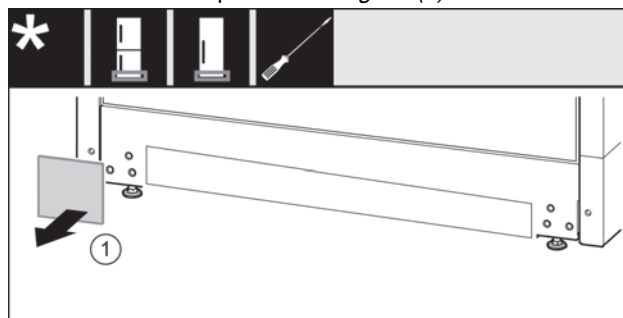

Fig. 24
- ▶ Снимите крышку. Fig. 24 (1)